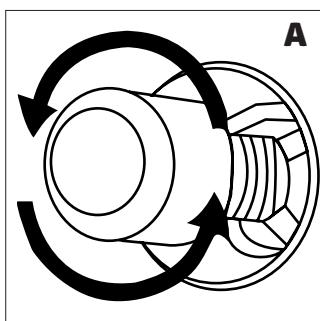
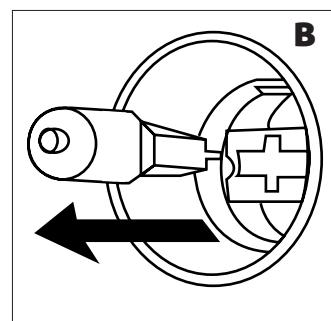

Figure 58
Figure 59
3. Retirez ensuite l'ampoule en la tournant (voir fig. 58) si elle est de type **A**, ou en la tirant (voir fig. 59) si elle est de type **B**.